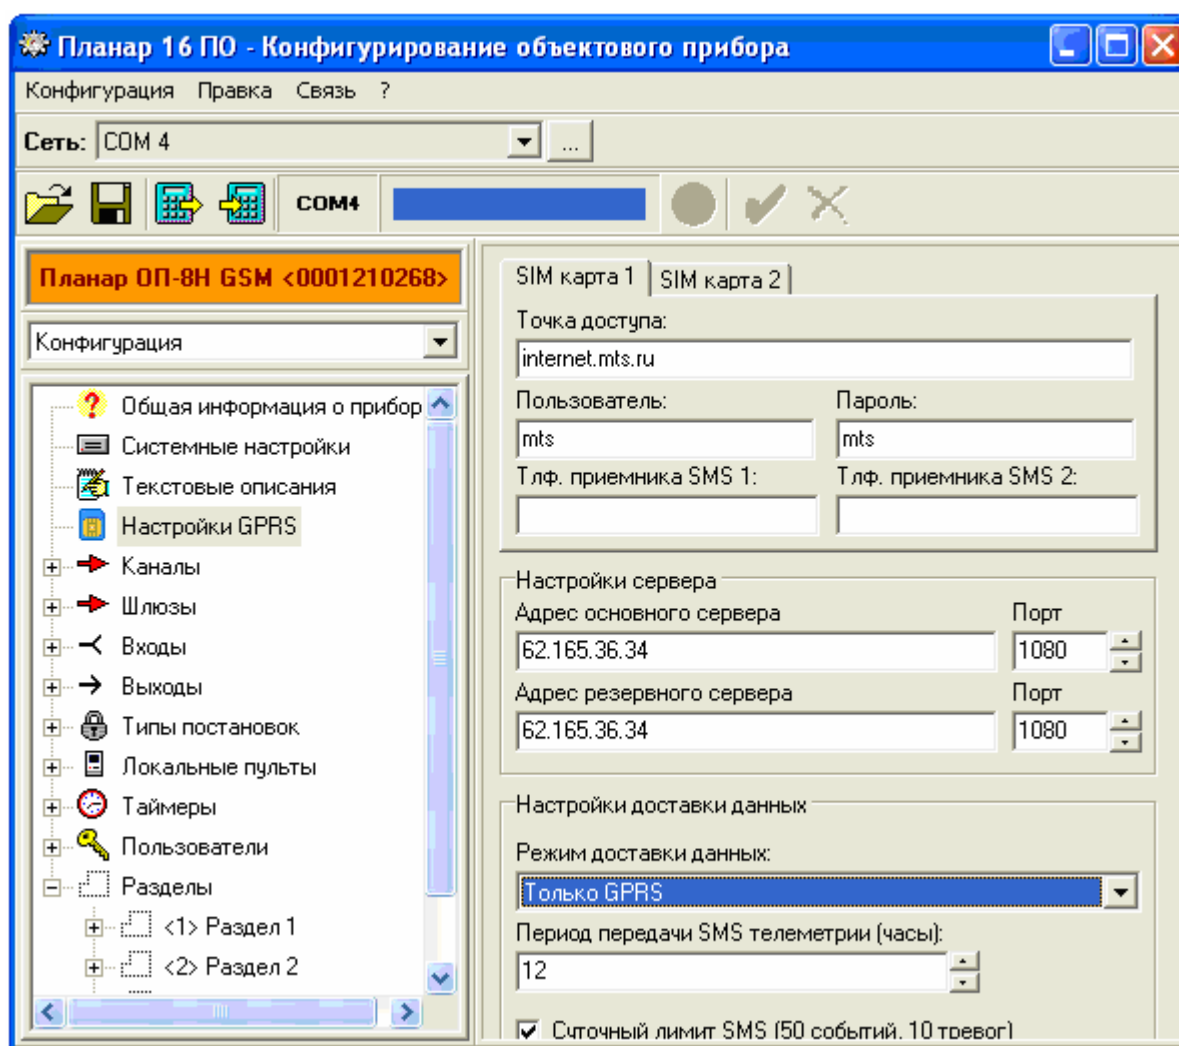

Рис. 12.12 Программирование GPRS настроек
12.2.4.1.8.1. Для редактирования GPRS настроек в дереве конфигурируемых параметров выберите параметр **«Настройки GPRS»** типовое окно программы конфигурирования объектового прибора при изменении GPRS настроек приведено на рис.12.12.